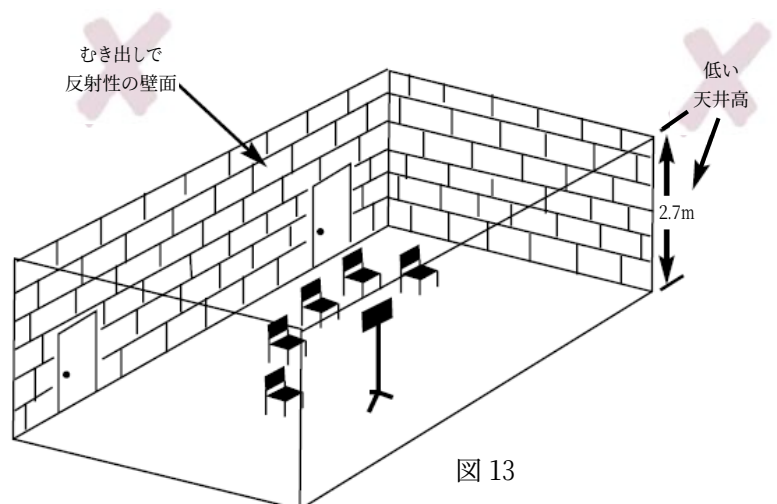

図 13
- 室内の表面材料を評価してください。部屋が天井、床、壁に貼られた硬い反射性の材料に囲まれていますか？(図13参照) もしそうなら、過度な音の大きさはあなたの耳にきこえる数多くの問題の1つに過ぎません。(P17のエコーと定在波の項も参照)